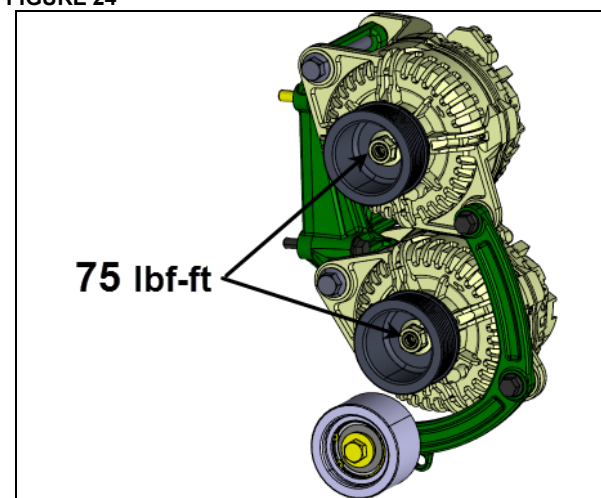

FIGURE 25
13. Monter la poulie sur les alternateurs (FIGURE 25). Utiliser du Loctite 243 bleu sur les filets. Serrer l'écrou de fixation de la poulie à un couple de 75 lbf-ft (se reporter au début de ce document pour plus d'informations concernant les outils spéciaux).